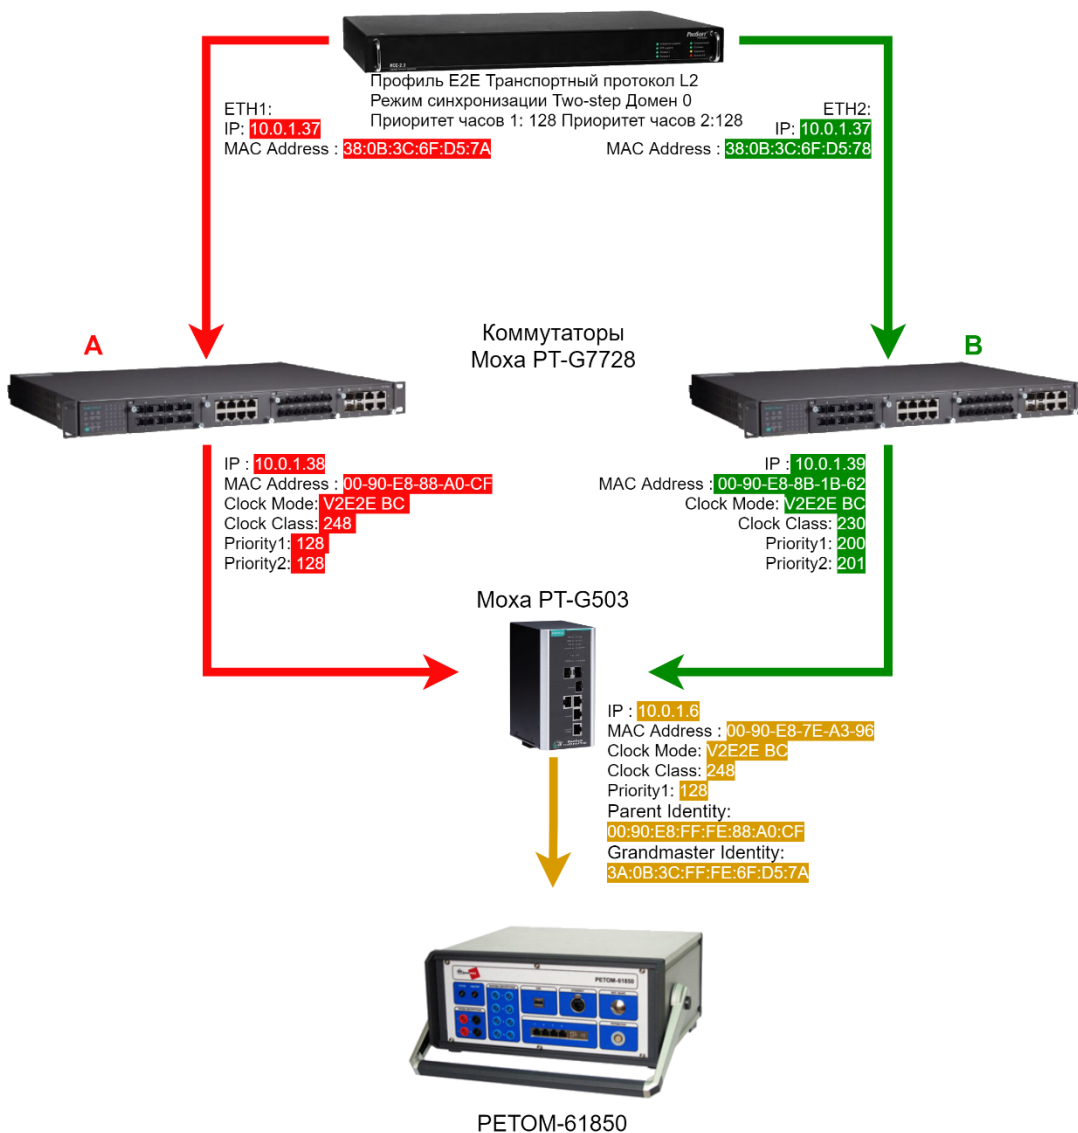

Рисунок 61 – Экранная форма 5 – «Анализ сети при переводе RedBox в режим Boundary Clock»
- Рисунок 61 – Экранная форма 5 – «Анализ сети при переводе RedBox в режим Boundary Clock».